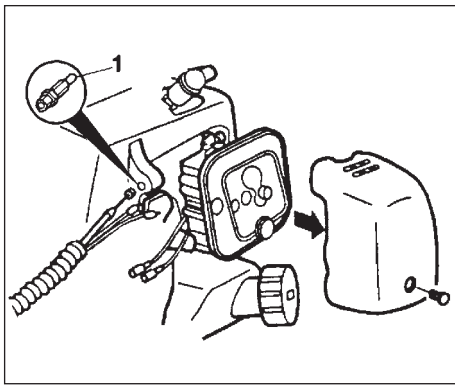

Fig. 1-4
Tag bort kåpan från luftrenaren. (Fig. 1-4)
Sätt på den yttre behållaren (1) (om den medföljer) på vajerledaren och för in gasregleringskabeln genom den yttre behållaren. (Fig. 1-4)